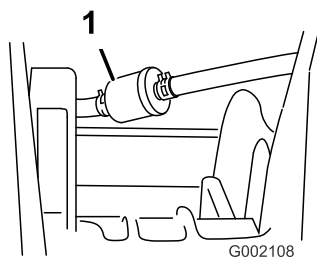

図 34
5. フィルタを燃料ラインに固定しているクランプを外す 図 34。